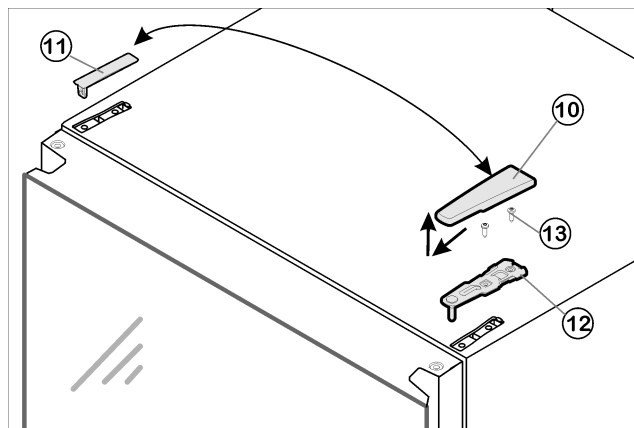

Fig. 8
- Kryt *Fig. 8 (10)* stáhněte dopředu a nahoru.
- Kryt *Fig. 8 (11)* zvedněte.
- Horní stojan ložiska *Fig. 8 (12)* odšroubujte (2 krát Torx® 25) *Fig. 8 (13)* a stáhněte nahoru.
- Horní stojan ložiska Fig. 8 (12) vložte na nové straně závěsu do dvířek.
- Horní stojan ložiska **přišroubujte (s 4 Nm)** (2xTorx® 25) Fig. 8 (13). Díry pro šrouby případně předem propíchněte nebo použijte akumulátorový šroubovák.
- Kryt Fig. 8 (11) a kryt Fig. 8 (10) zatlačte vždy na opačné straně.